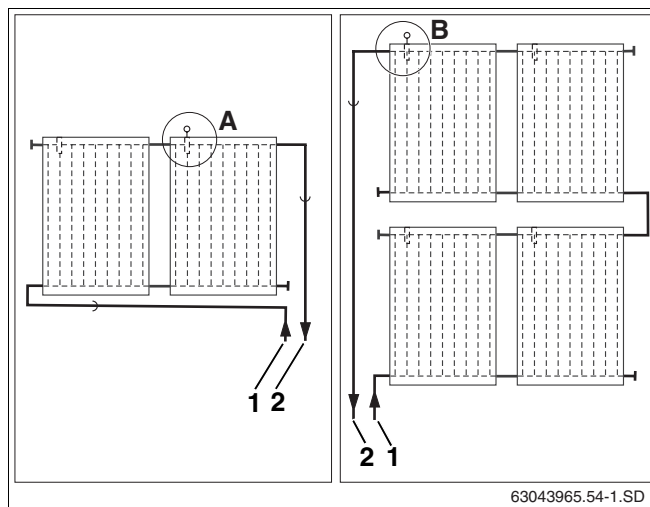

Fig. 32 Punto de montaje de la sonda del colector (representación esquemática)
Tenga en cuenta el lugar de instalación en el caso de montar una o dos filas de colectores en serie (fig. 32).
La sonda del colector debe montarse en el colector con la tubería de impulsión conectada (fig. 32, **pos. 2**).
- Lugar de instalación (fig. 32, **pos. A**) en el caso de una fila de colectores con la tubería de impulsión a la derecha.
- Lugar de instalación (fig. 32, **pos. B**) en el caso de dos filas de colectores en serie con la tubería de impulsión a la izquierda.